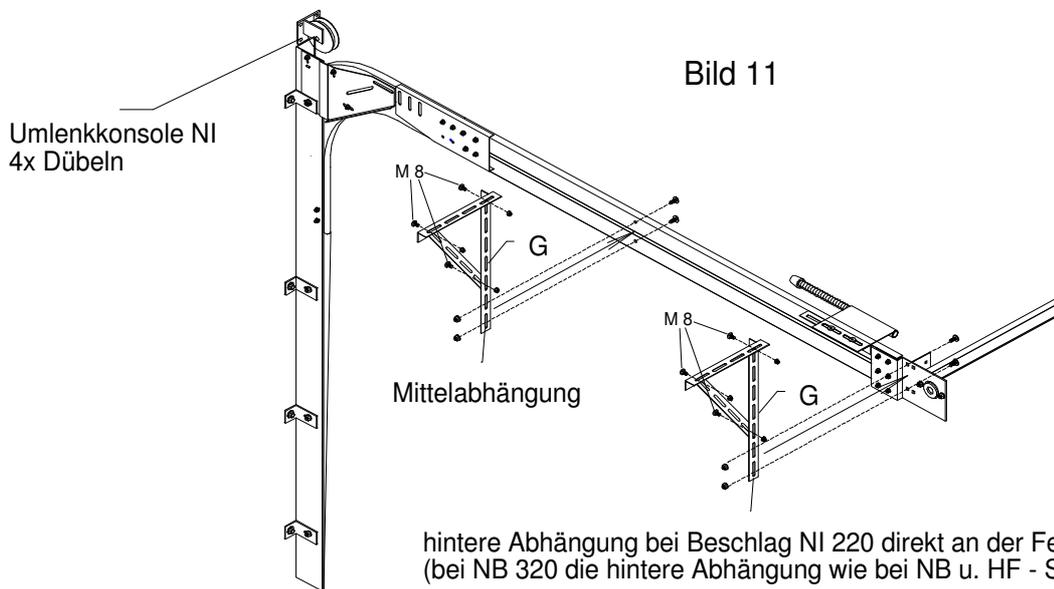

Bild 11
- 4.2.5 Laufschiene mit Lochwinkel (G) abhängen und verstreben (Bild 11).